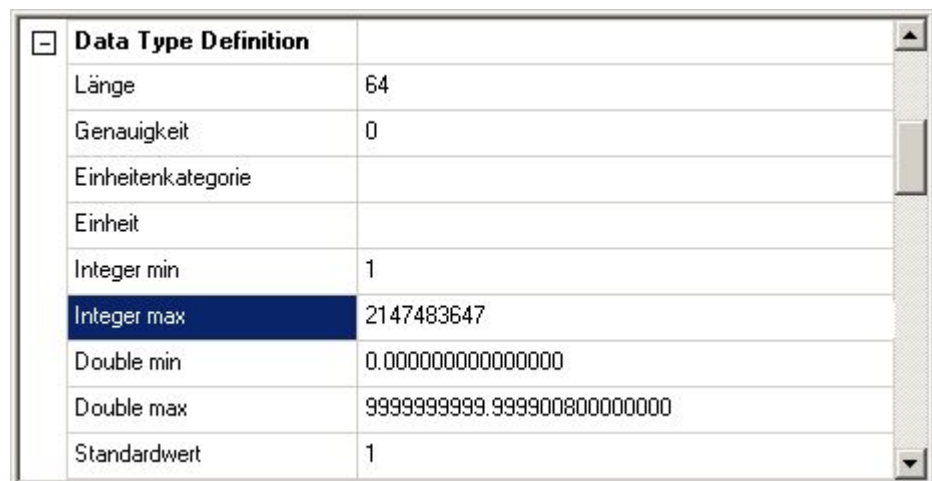

Abbildung 69: Menü Eigenschaften
- ➌ Auf der rechten Seite tragen Sie die Größe in die beiden Eigenschaften Integer min und Integer max ein. Siehe auch: Abbildung 69.